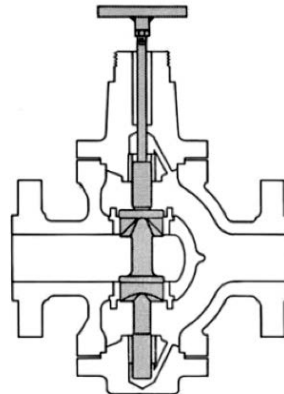

Рисунок 5
- H. Вставьте два или три элемента сальника (17) в сальниковую коробку для облегчения ведения штока и плунжера во время притирки.
- I. Накрутите просверленную штангу с резьбой и Т-образной рукояткой на шток пробки и зафиксируйте ее с помощью контргайки. (см. рисунок 5).